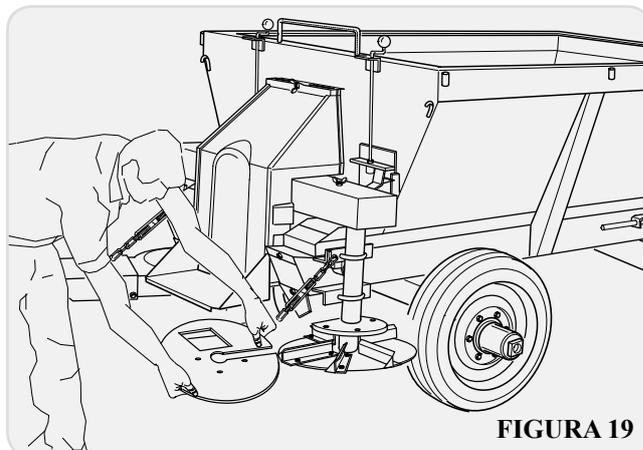

FIGURA 19
Em seguida retira-se o suporte chapéu (FIGURA 19).
- Retire os 4 parafusos, faça conforme a FIGURA 19.